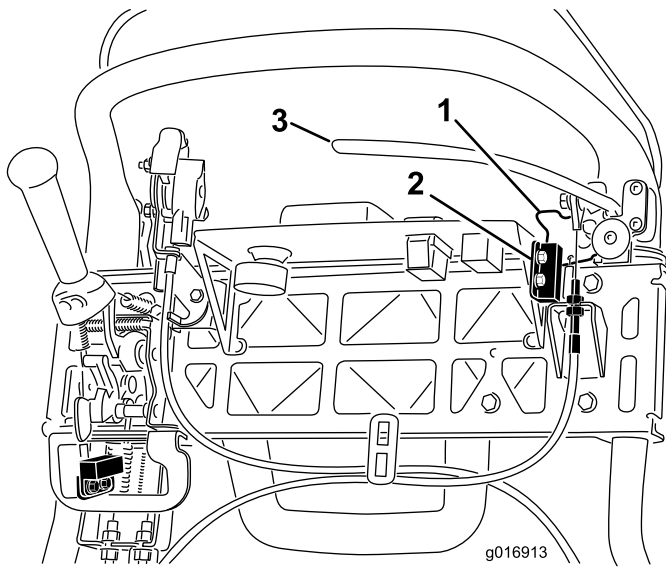

图38
- 4. 松开联锁开关紧固件(图38)。
5. 在驻车刹车锁定装置与联锁开关之间放入 0.062 英寸（1.6 毫米）厚的塞尺(图38)。